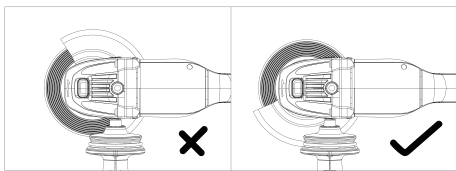

Abb. 7
5. Position the Klingenschutz fixture securely over one of the bulges on the Klingenschutz to ensure proper placement (Abb. 7).
6. Stellen Sie sicher, dass die Klingenschutzvorrichtung zur zusätzlichen Sicherheit sicher in der jeweiligen Ausbuchtung sitzt (Abb. 7).